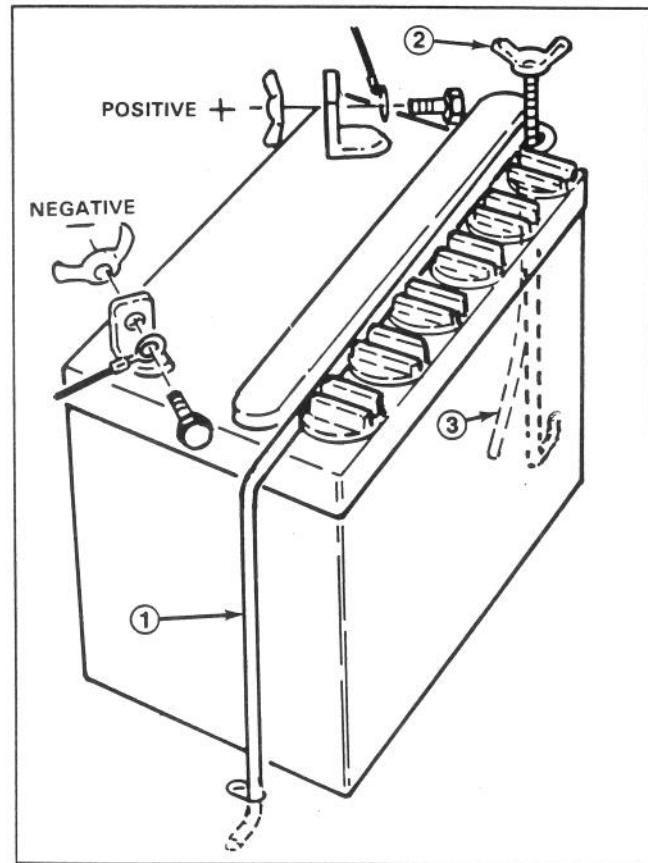

Abbildung 3
2. Die Flügelmuttern von den Batteriesicherungsbügeln entfernen (Abb. 3).
8. Die Batterie mit nach hinten weisenden Batterieposten in die Maschine einlegen; dabei die Entlüftung durch das Loch im Rahmen führen (Abb. 3).
10. Das Stromkabel (+) am Plus-Terminal, das Masse (-)-Kabel am Minus-Terminal anklemmen und mit den Sechskantschrauben und Flügelmuttern absichern (Abb. 3).